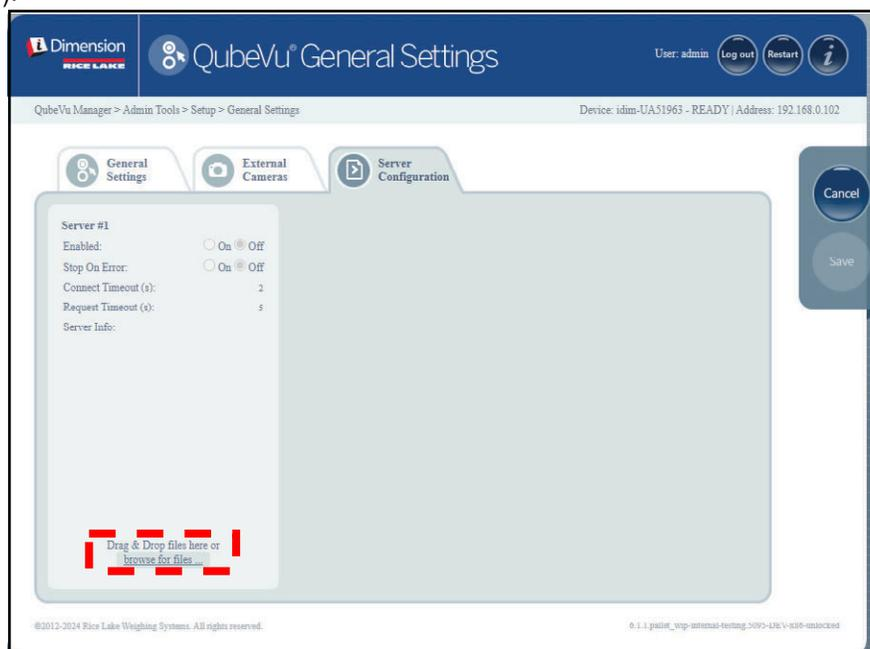

Figura 5-10. Scheda Server Configuration (Configurazione server)
- Selezionare **browse for files...** (Cerca file...) per scegliere il file di configurazione del server (vedere Figura 5-10 a pagina 28).